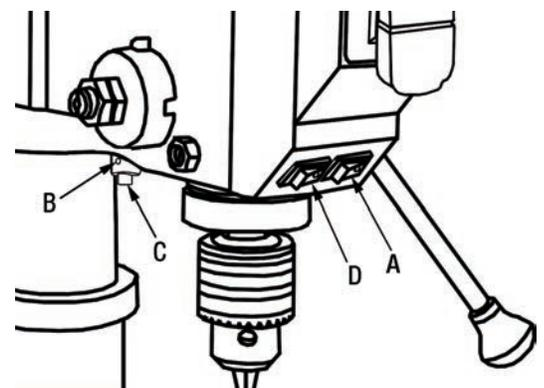

FIGURE 23
Si vous désirez utiliser les guides à laser double, utilisez l'interrupteur à laser (A) Fig.23 pour les activer ou désactiver. Si un ajustement est nécessaire, procédez comme suit;
- 1) Desserrez la vis sans tête (B) (une vis sans tête pour chaque laser), ensuite tournez le laser (C) lentement vers la gauche ou la droite, ceci ajustera la trajectoire du rayon, effectuez cet ajustement tel que nécessaire jusqu'à ce que les deux rayons s'entrecroisent au même point que le foret touche la pièce de travail. Reserrez la vis sans tête de chaque laser.